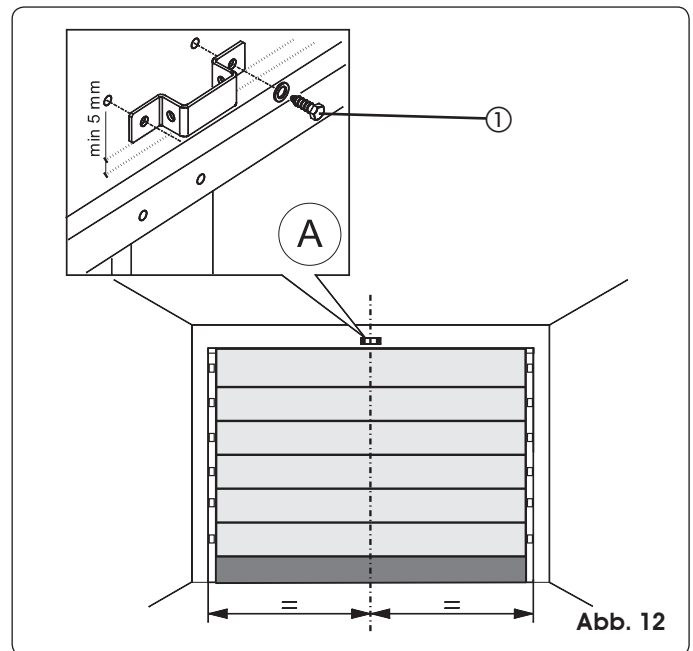

Abb. 12
- 1) Auf dem Sturz eine Linie anzeichnen, die mit der vertikalen Mittellinie des Tors übereinstimmt (Abb. 12).
- 3) Den Fixierbügel der vorderen Befestigung positionieren, wobei die Unterkante mindestens 5 mm über der Stelle, an der sich die Linien überschneiden, liegen und zur vertikalen Linie zentriert sein muss (Abb. 12). Für die korrekte Positionierung des Bügels zum Befestigungspunkt am Tor wird auf den Abschnitt 7.2 verwiesen.
- 5) Bohren und mit den Schrauben montieren (Bez ① Abb. 12) **NICHT** im Lieferumfang enthalten.